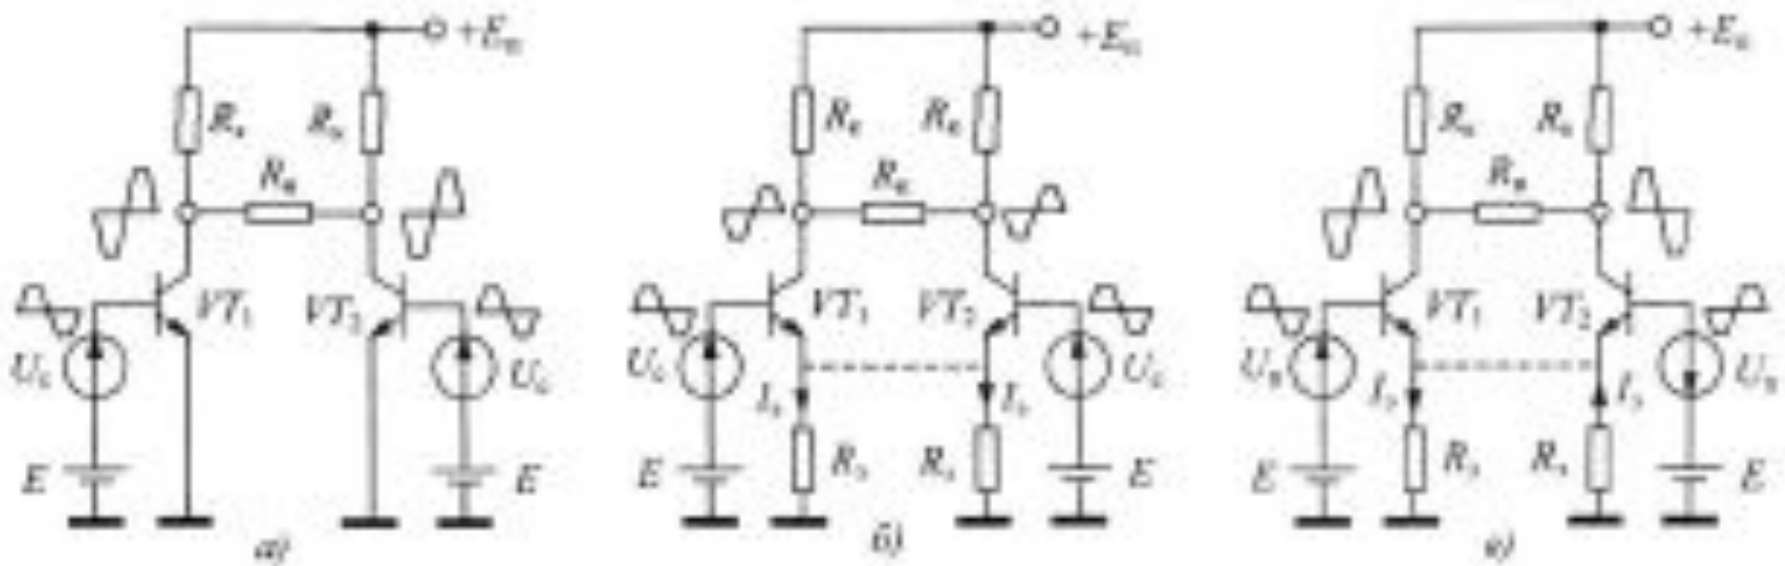
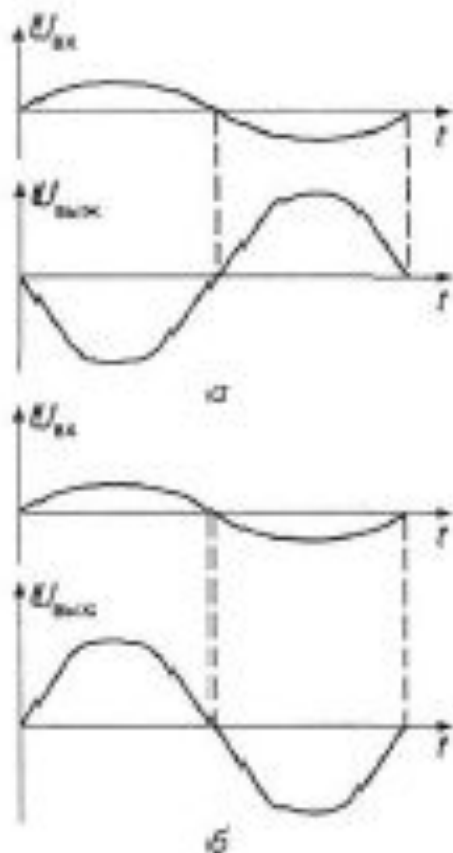

Рис. 1. Принцип построения и свойства дифференциального каскада
Рис. 4.42. Временные диаграммы входных и выходных сигналов ОУ:
- Входные каскады ОУ представляют собой дифференциальные усилители и имеют два входа: инвертирующий и неинвертирующий (рис. 1). На инвертирующий вход подается входной сигнал $U_{вх1}$. Этот сигнал находится в противофазе с выходным $U_{вых}$ (рис. 4.42, а). Сигнал, поданный на неинвертирующий вход ($U_{вх2}$), синфазен с выходным сигналом (рис. 4.42, б). Следовательно, при наличии двух входных сигналов выходной сигнал определяется следующим образом: